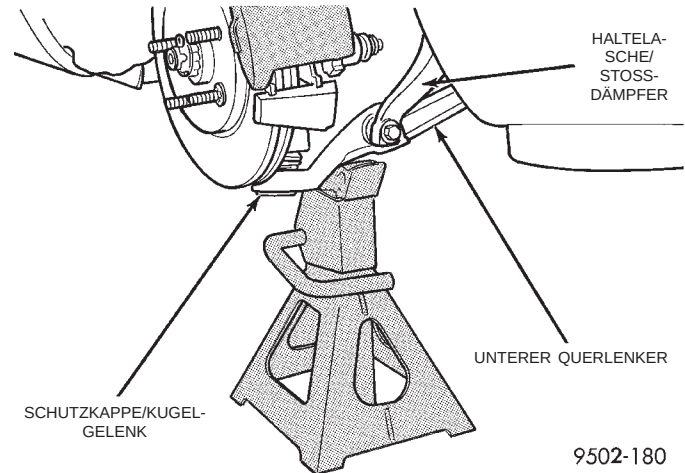

Abb. 27 Unterer Querlenker korrekt mit Unterstellbock abgestützt
ACHTUNG! Beim Abstützen des unteren Querlenkers den Unterstellbock nicht unter die Schutzkappe des unteren Kugelgelenks stellen. Der Unterstellbock muß wie in (Abb. 27) gezeigt unter dem unteren Querlenker stehen.
(16) Einen Unterstellbock unter den unteren Querlenker stellen und Fahrzeug absenken (Abb. 27). Das Fahrzeug so weit absenken, daß das volle Fahrzeuggewicht auf dem unteren Querlenker und dem Unterstellbock aufliegt.